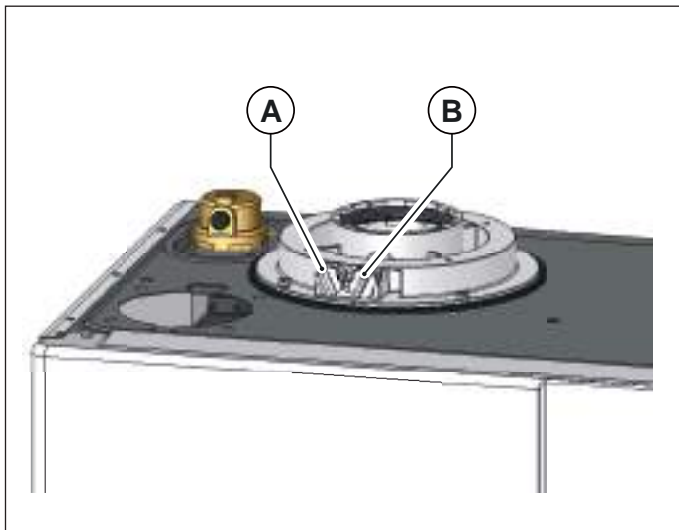
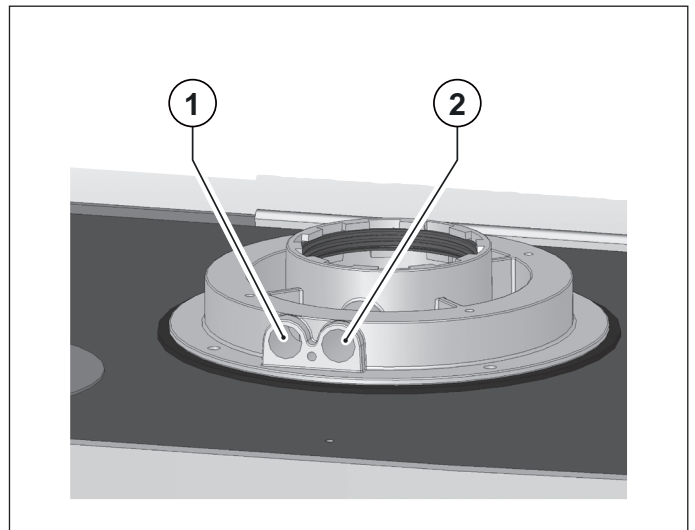

Fig. 20 Posición tapones
Fig. 21 Posición orificios
La caldera cuenta con una torre para la conexión de la tubería de aspiración del aire/evacuación de humos (ver Fig. 20 Posición tapones y Fig. 21 Posición orificios).
En la torre han sido preparados orificios para el acceso directo del aire de combustión y a la evacuación de los humos (ver Fig. 20 Posición tapones).
Antes de efectuar las mediciones quitar los tapones **A** y **B** de los orificios preparados sobre la torre (ver Fig. 20 Posición tapones).
- medida del aire comburente tomada en el agujero específico **1** (ver Fig. 21 Posición orificios).
- medición de la temperatura de los humos y del CO₂ tomada en el orificio **2** (ver Fig. 21 Posición orificios).